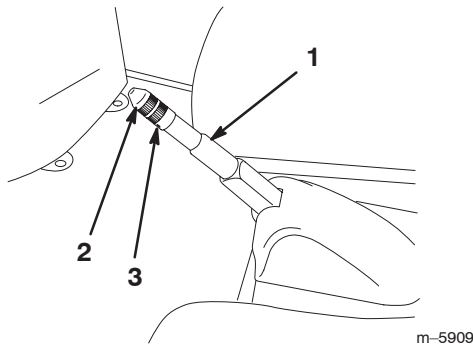

Bild 33
2. Lockern Sie die Stellschraube, mit der das Handrad am Feststellbremshebel befestigt ist (Bild 33).